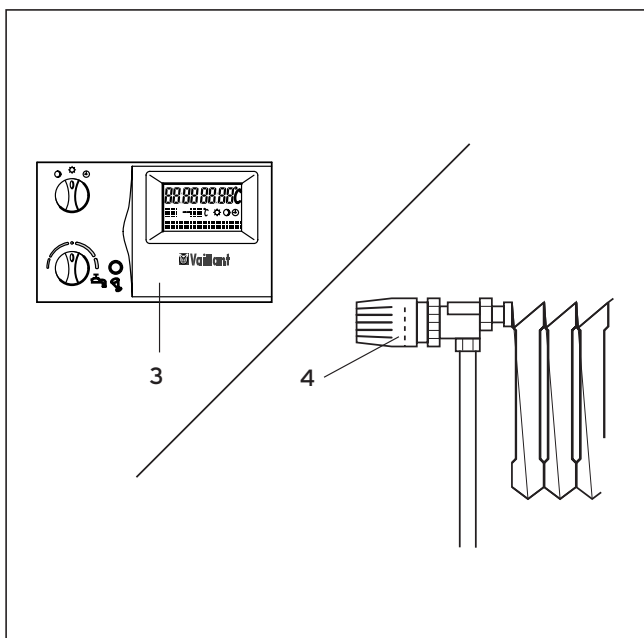

Fig. 3.11: Regulação do termostato/unidade de termoregulação
3.4.2 Regulação do termostato ambiente ou da unidade de termoregulação (fig. 3.11)
- Regular o termostato ambiente (3, acessório), a unidade de termoregulação e as válvulas termostáticas do radiador (4) com base nas respectivas instruções.